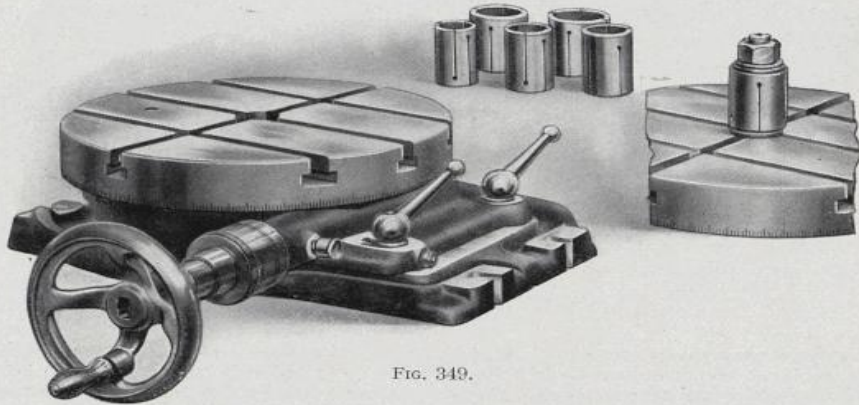

FIG. 349.
Ces plateaux (fig. 349) sont gradués sur leur pourtour en 360°.
**MANDRINS.**— A la place de la vis centrale, on peut monter un mandrin à bagues extensibles (fig. 349) qui permet de centrer les pièces par leur alésage très rapidement. (*Voir page 45, les caractéristiques de ces bagues.*)
### pour plateaux circulaires (fig. 349, page 43)